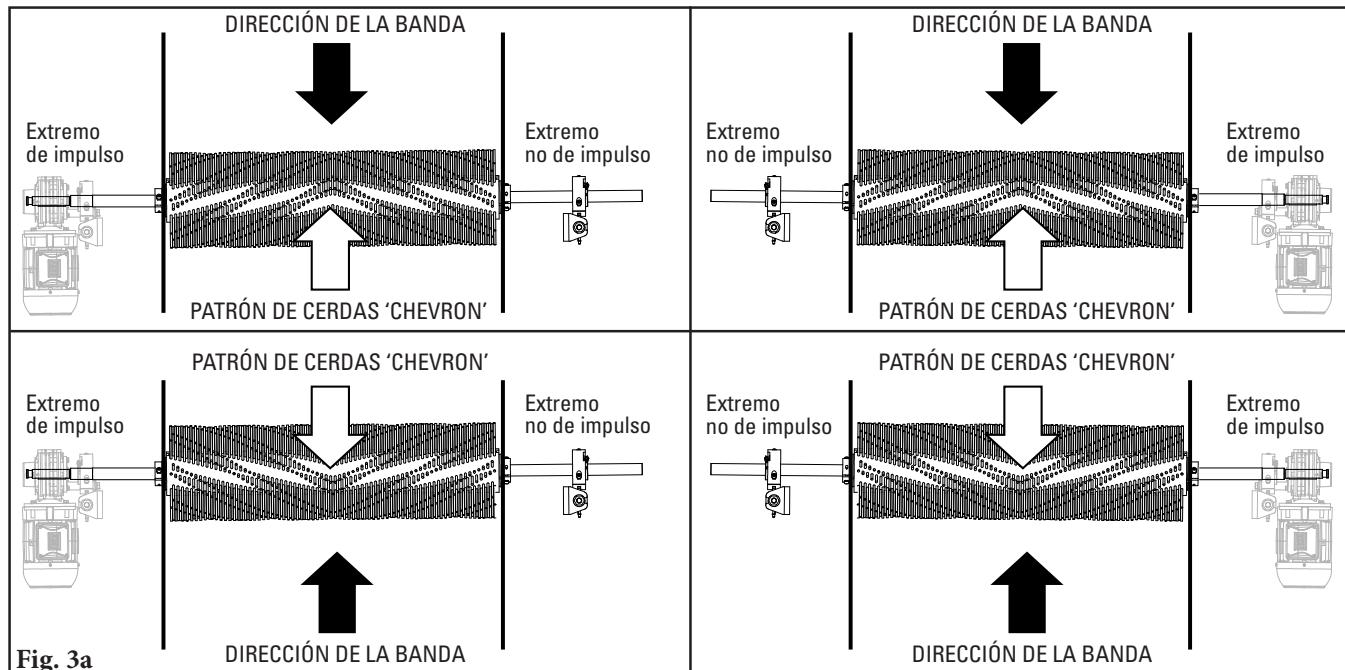
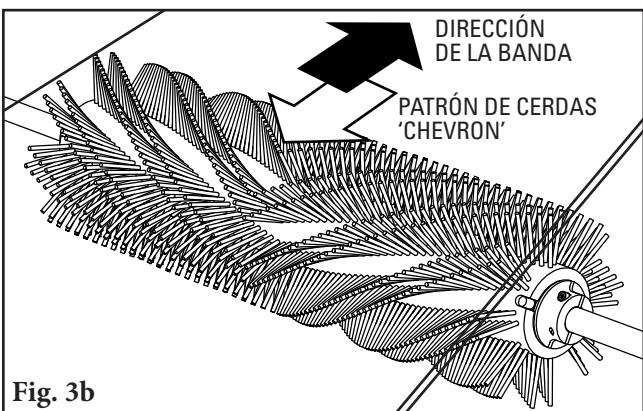
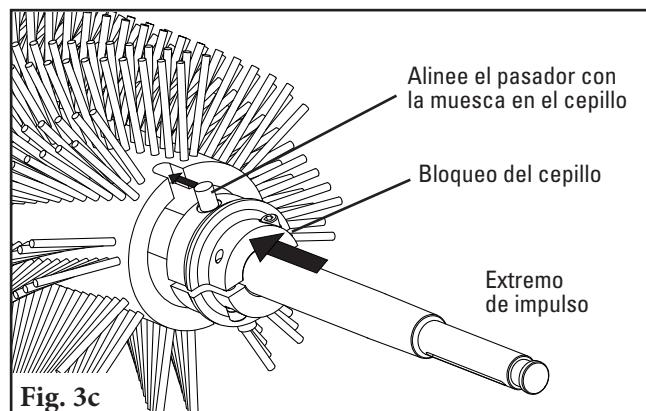

Fig. 3a
Fig. 3b
Fig. 3c
- 3. Arme el cepillo en el eje.** Determine en qué lado del transportador va el motor. El extremo de impulso del eje se debe ubicar en este lado (los detalles del extremo de impulso se muestran en la Fig. 3c). Elija la configuración apropiada de motor/cepillo de los diagramas que se muestran abajo (Fig. 3a). Deslice el cepillo en el eje según la configuración seleccionada. **NOTA: El patrón de cerdas 'Chevron' debe apuntar contra la dirección del recorrido de la banda** (Fig. 3b). Luego deslice un bloqueo de cepillo en cada extremo del eje y en el extremo del cepillo, alineando los pasadores en el bloqueo del cepillo con las muescas del cepillo (Fig. 3c).